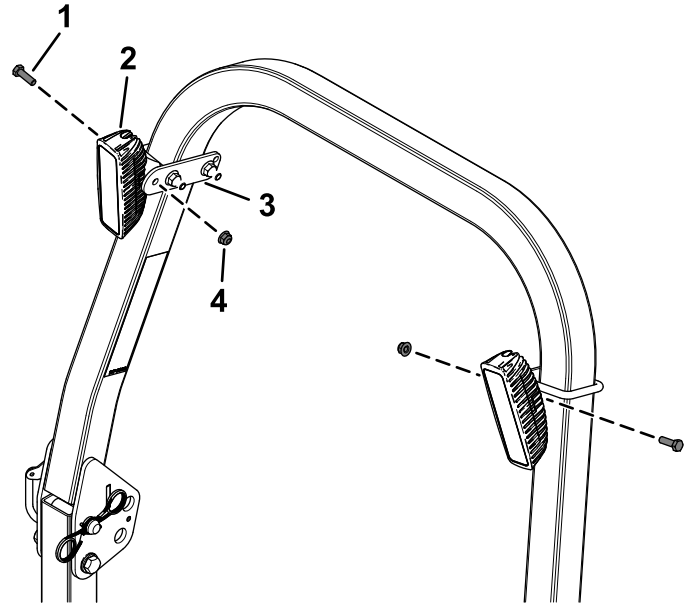

Bild 8
3. Befestigen Sie die beiden LED-Leuchten mit zwei Sechskantschrauben ($\frac{5}{16}$ " x 1") und zwei Sicherungsmuttern ($\frac{5}{16}$ ") an den beiden Montageplatten der Lampen, wie in Bild 8 dargestellt.